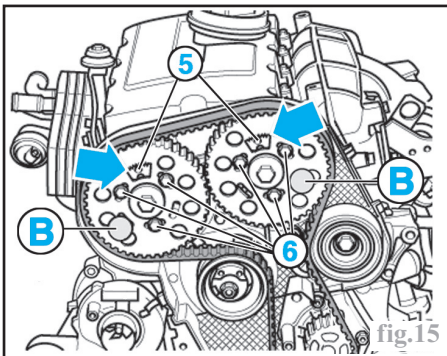

fig.15
Immobiliser le moyeu des roues dentées d'arbre à cames à l'aide d'une pige de diamètre approprié (B) (outil VAG 3359). Dans cette position les deux segments dentés (5) (flèches) sont orientés vers le haut (Fig.15).